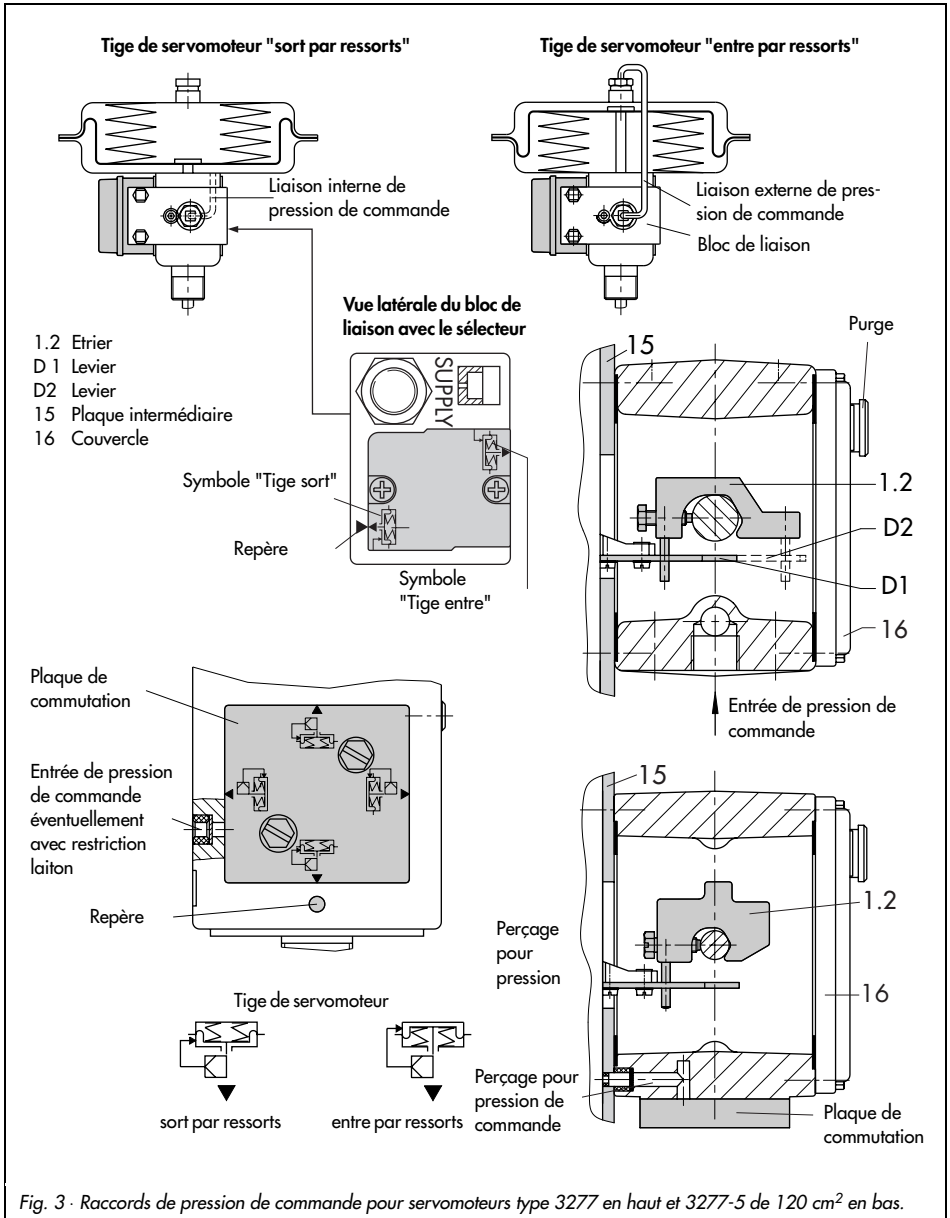

Fig. 3 · Raccords de pression de commande pour servomoteurs type 3277 en haut et 3277-5 de 120 cm² en bas.
Le positionneur ne possède pas d'évent, l'échappement a lieu par les accessoires de montage. (Voir fig. 3, 4 et 5).
En regardant le servomoteur du côté du raccord de pression (fig. 3) ou de la plaque de commutation, le montage du positionneur doit avoir lieu sur le côté gauche de l'arcade **avec la flèche en direction du servomoteur** (fig. 11).
6. Repérer le dessin représentant l'exécution utilisée ("Ouvverte ou fermée par manque d'air") sur le sélecteur situé sur le côté du bloc de liaison (fig. 3) et positionner la flèche en direction du repère placé sur l'arcade du servomoteur. Eventuellement, tourner le sélecteur de 180°.
Pour le servomoteur type 3277-5 de 120 cm², la pression de commande est amenée à la chambre de membrane par l'intermédiaire de la plaque de commutation (fig. 3, à droite) et non par un bloc de liaison